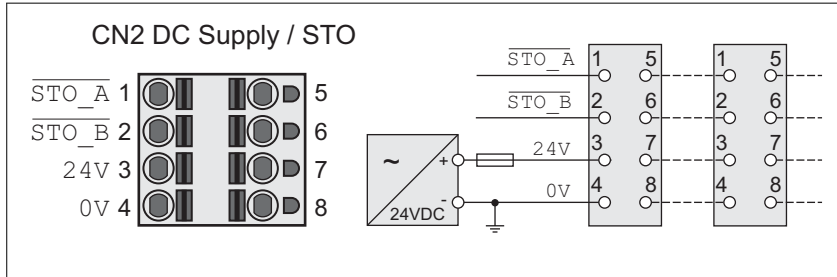

图 28: 控制系统电源接线图
- CN2 接头、针脚 3 和 7 以及 CN2、针脚 4 和 8 (见图 28) 可作为 24V/0V 接头而用于其它的用电器。¹ 注意最大允许端子电流 (“接线端子 CN2 的特性”)。